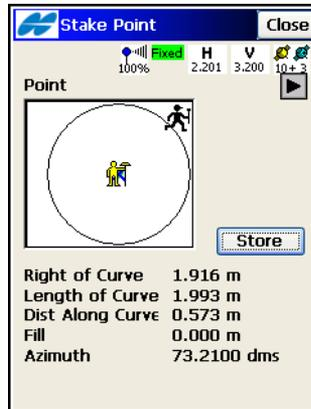

Abbildung 9-19. Abstecken von Kurven
4. Im GPS+-Modus nutzen Sie die Angaben im Fenster *Absteck. Kurve*, um die Zielkurve zu suchen (Abbildung 9-19 auf Seite 9-15).